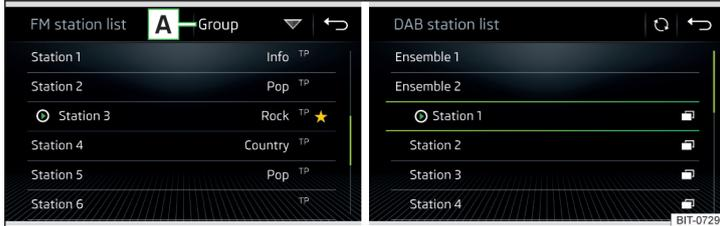

Abb. 195 Beispiel der Liste verfügbarer FM/DAB-Sender
- ▶ Zur **Sortierung** (FM) der Sender in alphabetischer Reihenfolge, laut Gruppe oder Genre, die Funktionsfläche [A] » Abb. 195 antippen » !.
- ▶ Zur **Filterung** der Sender nach dem Programmtyp (bspw. Kultur, Musik, Sport u. Ä.) in der FM-Senderliste (bei eingeschalteter RDS-Funktion) und der DAB-Senderliste (bei gewählter alphabetischer Sortierung der Senderliste) die Funktionsfläche [A] » Abb. 195 antippen.
- ▶ Zur **manuellen** Aktualisierung die Funktionsfläche ☰ » Abb. 195 antippen.